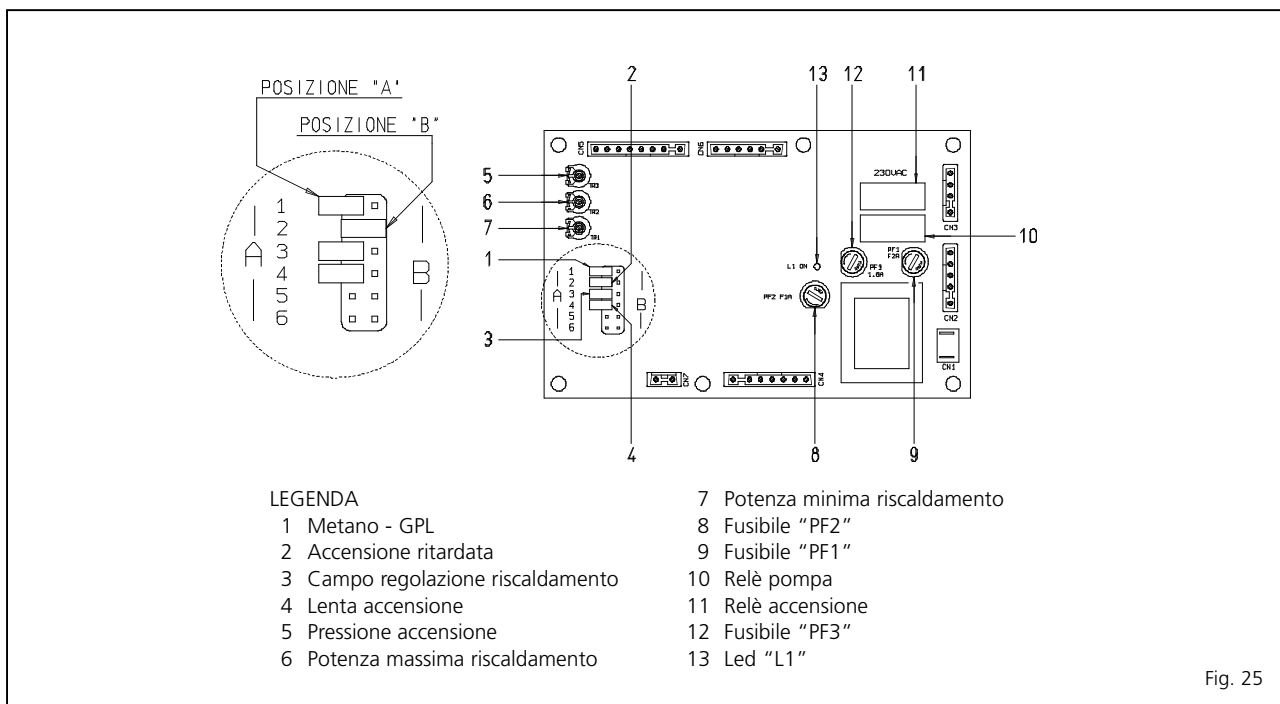

Fig. 25
- **Trimmer "Pressione accensione" (5 fig. 25)**
- **Trimmer "Potenza minima riscaldamento" (7 fig. 25)**
- **Trimmer "Potenza massima riscaldamento" (6 fig. 25)**
- **Connettore "Metano - GPL" (1 fig. 25)**
- **Connettore "Accensione ritardata" (2 fig. 25)**
– **Connettore “Campo regol. riscaldamento” (3 fig. 25)**
– **Connettore “Lenta accensione” (4 fig. 25)**
– **Led “L1” (13 fig. 25)**